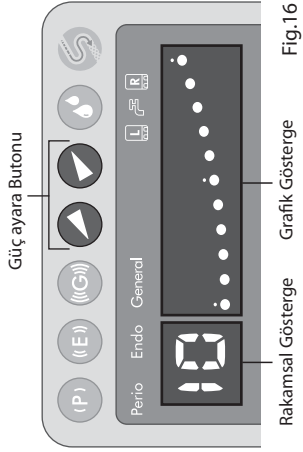

Fig. 16
- 2) Ön panel üzerindeki Güç seviye buton yardımı ile güç seviyesini belirleyiniz. Grafik gösterge ile rakamsal gösterge seçilen güç değerini gösterir. (Fig. 16) Seçilen güç seviyesinin kullanılan ucun güç ayar aralığında olmasına dikkat edin.